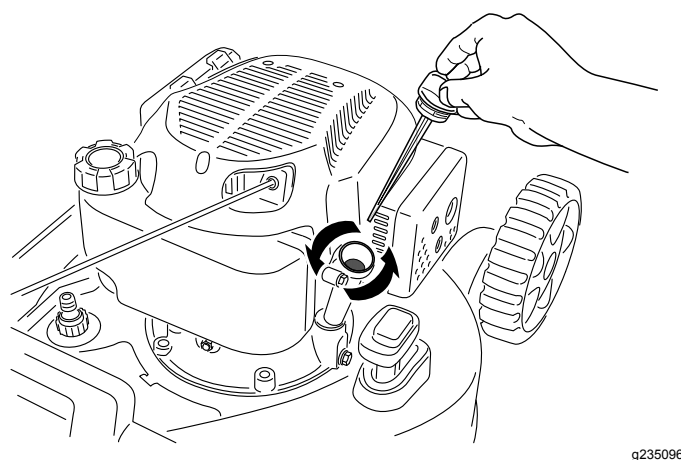

Bild 25
3. Entfernen Sie den Peilstab, indem Sie den Deckel nach links drehen und herausziehen (Bild 25).
4. Kippen Sie die Maschine seitlich (Luftfilter nach oben), um das Altöl aus dem Öleinfüllstutzen abzulassen (Bild 25).